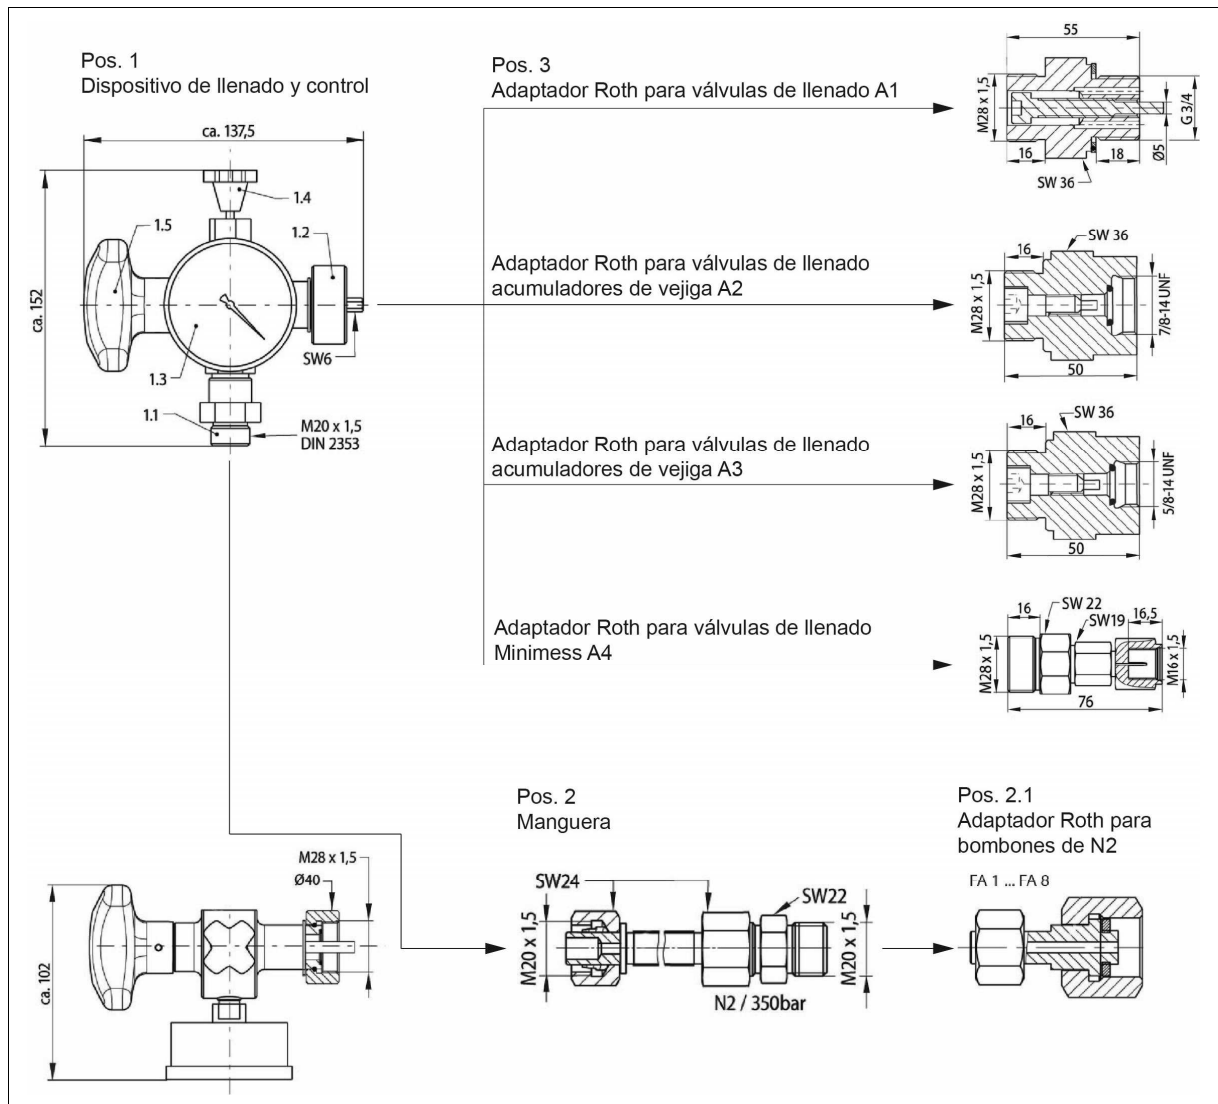

Fig. 1-1 Dispositivo de llenado y control Roth
Sólo el personal capacitado puede usar el dispositivo de llenado y control (ver fig. 1-1, pos. 1) de acuerdo con las siguientes instrucciones de trabajo.
2.	Gire el husillo de la válvula de descarga de presión (fig. 1-1, pos. 1.4) del dispositivo de llenado y control (fig. 1-1, pos. 1) hacia la derecha hasta el tope (cerrada).
5.	Conecte la conexión correspondiente de la manguera de llenado (fig. 1-1, pos. 2) a la conexión del dispositivo de llenado y control.
6.	 Conecte el otro extremo de la manguera de llenado (fig. 1-1, pos. 2) a la conexión de la bombona de N2. Para ello necesitará el correspondiente adaptador de bombona N2 FA1 ... FA8 (fig. 1-1, pos. 2.1).  Antes de cada llenado, compruebe el estado de la manguera de llenado (fig. 1-1, pos. 2) para detectar posibles daños. Para evitar cualquier riesgo en caso de rotura de la manguera, se deben tomar las precauciones de seguridad apropiadas. Instale p. ej. un cable de acero anti-rotura paralelo a la manguera de llenado que estará conectado en varios puntos a la manguera de llenado. Tenga en cuenta que no debe superarse la vida útil máxima de 6 años de la manguera de llenado.
8.	Para ello, la válvula de la bombona de N2 deberá dejarse abierta tanto tiempo hasta que la presión de precarga requerida ( $P_0$ ) se muestre en el manómetro. $P_0$ se puede leer también con la válvula de llenado abierta en el indicador de presión del sistema de gas del equipo a presión o de la instalación acumulador si está instalado. El adaptador para bombonas de N2 (fig. 1-1, pos. 2.1) se deberá cerrar regularmente para leer la presión $P_0$ .
10.	Si $P_0$ es demasiado alta, deberá reducirse con la válvula de descarga de presión (fig. 1-1, pos. 1.4) hasta el valor correcto. La válvula de la bombona de N2 tiene que estar cerrada.
- Complete los pasos 11 a 13. Afloje el adaptador de la botella de N2 (ver fig. 1-1, pos. 2.1) de la manguera de llenado (fig. 1-1, pos. 2.1) en la bombona vacía de N2 y conecte la manguera de llenado a la nueva bombona de N2.
3.	Al girar a la izquierda la válvula de descarga de presión (fig. 1-1, pos. 1.4) puede vaciarse el N2.
4.	Compruebe si el sistema de gas del equipo a presión está despresurizado. Si este es el caso, el manómetro debe indicar 0 bar. Deje que la válvula de descarga de presión (fig. 1-1, pos. 1.4) se abra.